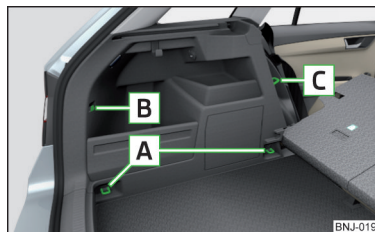

Fig. 81
**Prezentarea generală a elementelor de prindere » fig. 81**
- Inelele de ancorare **A** » fig. 81 la pagina 86 nu pot fi utilizate pentru fixarea plaselor, dacă podeaua variabilă se află în poziția superioară » pagina 911).